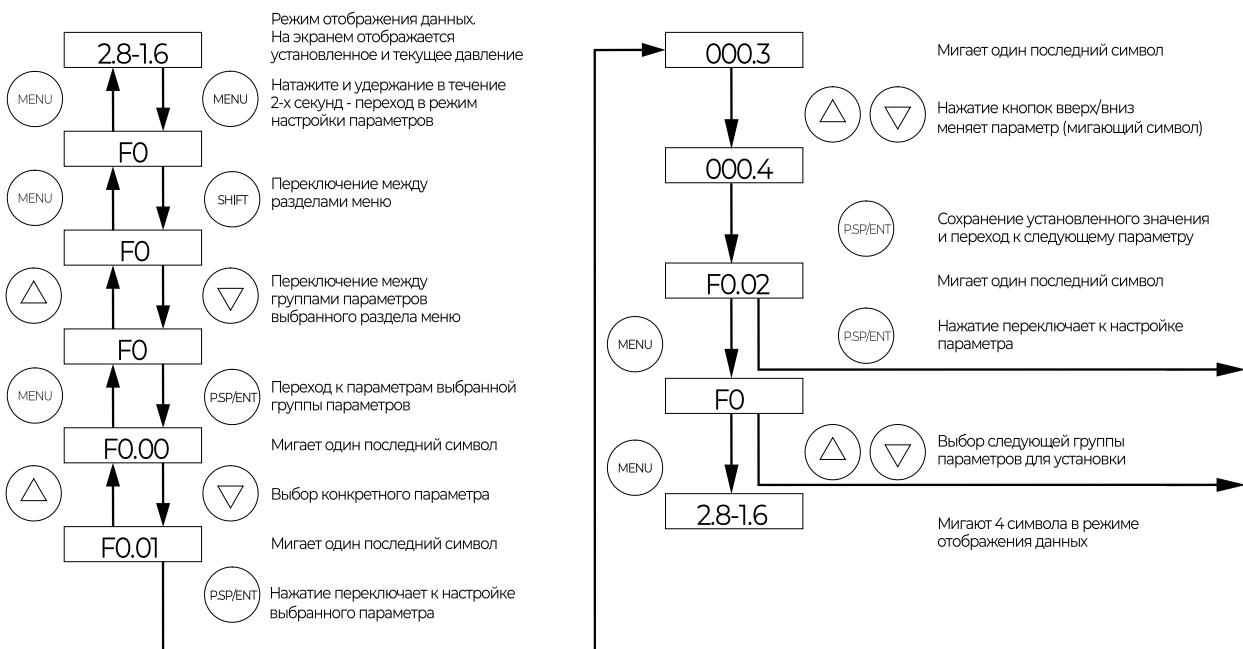

Рис. 9 Пример изменения параметра F0.01
**Режим настройки параметров:** для перехода в данный режим нажмите и удерживайте в течение 2-х секунд клавишу «MENU». Используйте «SHIFT» для переключения между разделами меню. Используйте «UP» или «DOWN», для перехода между группами параметров выбранного раздела, между параметрами или для изменения нужного параметра. Используйте «P.SP/ENT» для перехода к выбранной группе параметров. После установки параметра нажмите на клавишу «P.SP/ENT» и далее дважды кнопку «MENU» для возврата в режим отображения данных (см. рис. 9).
На *рис. 9* приведен пример изменения параметра F0.01 (отклонение давления при запуске) с 0.3 бар на 0.4 бар.